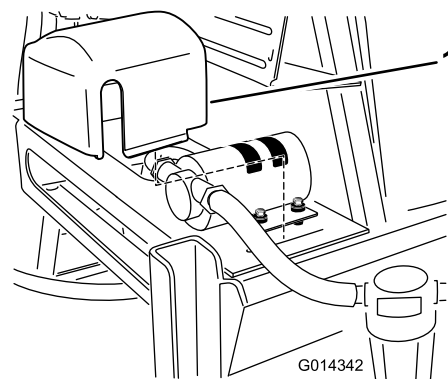

Bild 27
7. Ermitteln Sie die Spülpumpenabdeckung in den losen Teilen und bringen Sie diese über der Pumpe an (Bild 27).